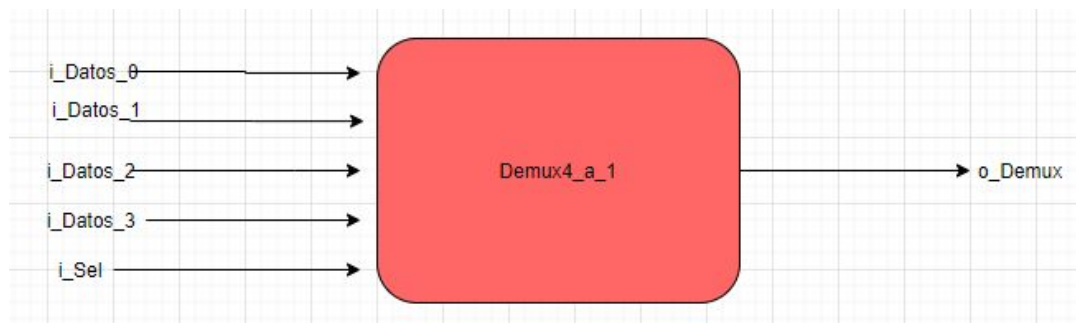

Imagen 4. Caja negra de Demux4_a_1.
- a) **Demux4_a_1:** En la Imagen 4 se observa un multiplexor de 4 a 1, este bloque se encarga de seleccionar el dígito que se mostrará en el ánodo seleccionado en decodificador de anillo.